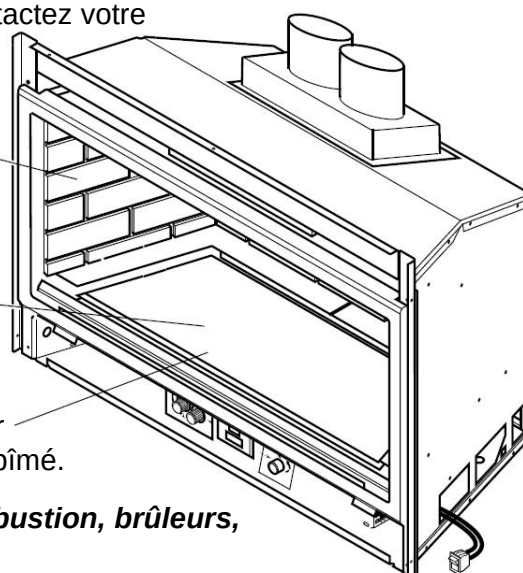

Figure 26 – Vérification des orifices de combustion, brûleurs, parois et plafond de l'appareil.
4. Examiner le brûleur et les orifices de combustion. Inspecter les éléments suivants. Voir Figure 26 :